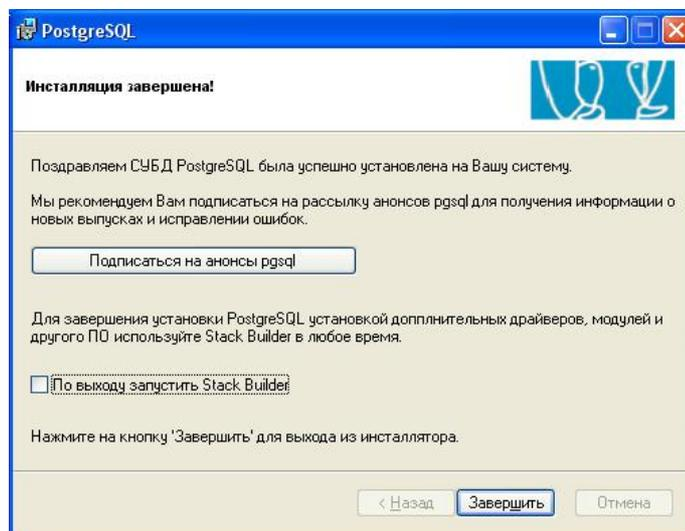

Рис. 4.2.10. Завершение инсталляции PostgreSQL
- ü В окне *Инсталляция завершена* уберите флаг *По выходу запустить Stack Builder* и нажмите кнопку *Завершить* (рис. 4.2.10). Установка PostgreSQL завершена.